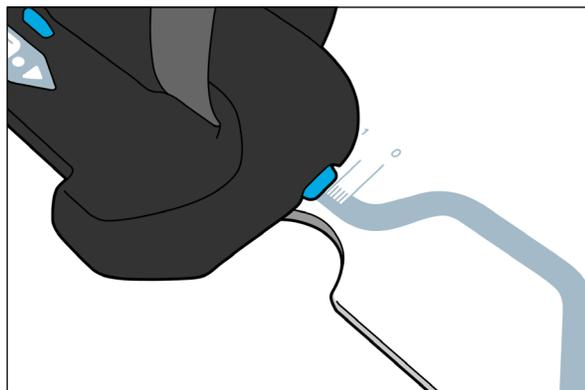
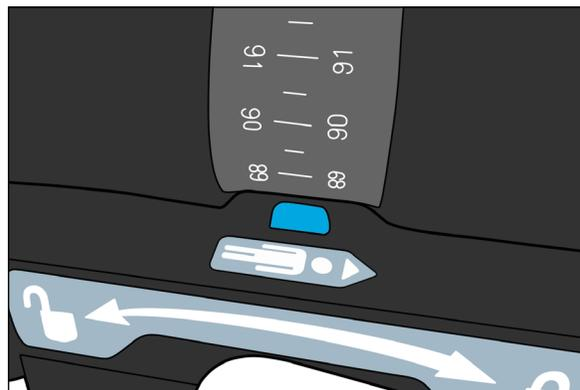

図12
図13
9. クランプとベルトスケールの位置を記録します (図12、図13)。